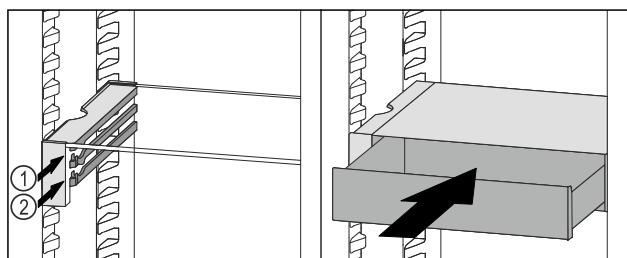

Fig. 85
- Zásuvku VarioSafe nasadte za zarážkami na požadovanom rebre Fig. 85 (1) alebo Fig. 85 (2).